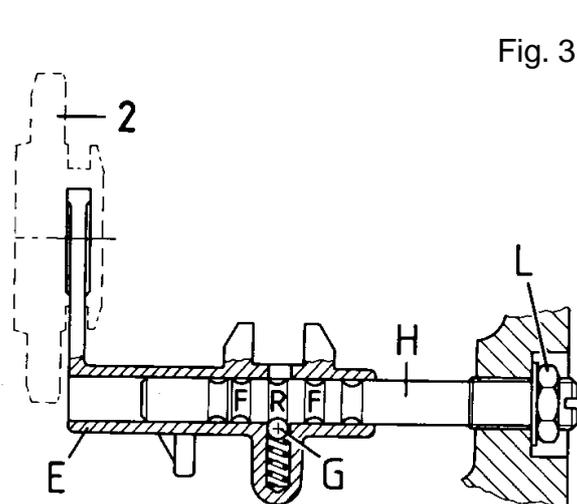

Fig. 3
- Posizionare la forcella **E** (fig. 3) sull'asta in modo che la sfera **G** si trovi in posizione **R**;